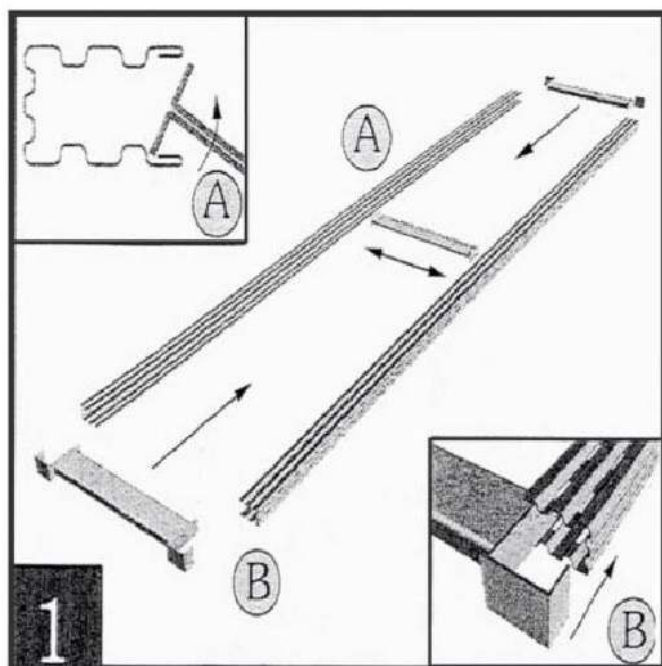

Рис.1 Сборка стоек (рамок)
1. Взять стойку и металлическую стяжку, вставьте поперечину, стяжки опоры в первый паз от загнутого края стойки (А) аналогичным образом вставьте во вторую стойку параллельно первой. Вставьте с торцов стоек стяжки опоры, и вы получите спаренную стойку (В) (рама) (рис. 1).